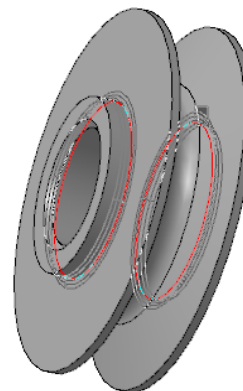

Рис. 2.65. Вказати **друге ребро** на основі
- г) повернути модель так, щоб стало видно **друге ребро** (рис. 2.65);
- е) вказати **друге ребро** на основі (рис. 2.65);